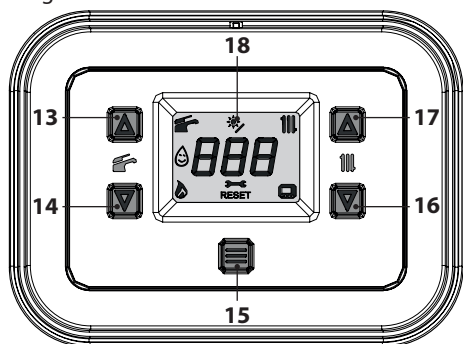

Figura 2.5
- Tenere premuto per 1 secondo il tasto 15 fino a far apparire sul display il simbolo  Figura 2.5.
La temperatura dell'acqua calda di mandata riscaldamento è regolabile agendo sui tasti 16 (diminuzione) e 17 (aumento) (Figura 2.5) da un minimo di circa 25°C ad un massimo di circa 80°C. Alla prima pressione di uno dei due tasti si ha la visualizzazione del valore di "set",
Comunque se la temperatura ambiente non dovesse essere confortevole si può aumentare o diminuire la temperatura di mandata dell'impianto riscaldamento di $\pm 15^{\circ}\text{C}$ agendo sui tasti 16 (diminuzione) e 17 (aumento) (Figura 2.5).
La temperatura dell'acqua calda sanitaria è regolabile agendo sui tasti 13 (aumento) e 14 (diminuzione) (Figura 2.5) da un minimo di circa 35°C ad un massimo di circa 60°C . Alla prima pressione di uno dei due tasti si ha la visualizzazione del valore di "set", alla seconda pressione si accede alla modifica.